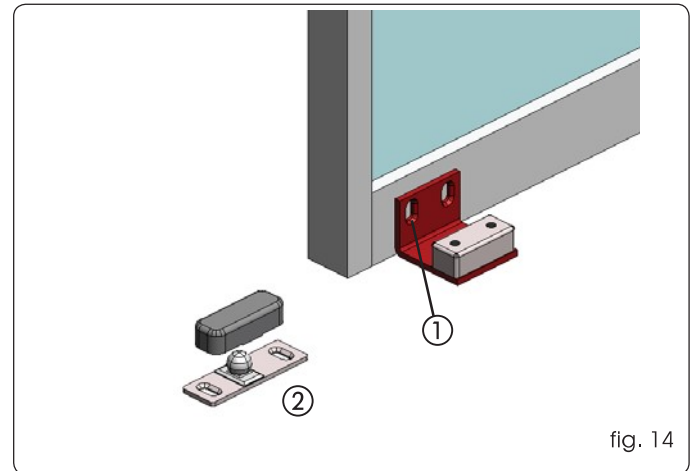

fig. 14
- Fixer les patins d'après la fig. 14 réf. ① avec des vis adéquates.
- Fixer directement le patin au sol, d'après la fig. 14 réf. ② avec des tasseaux et des vis adéquats.